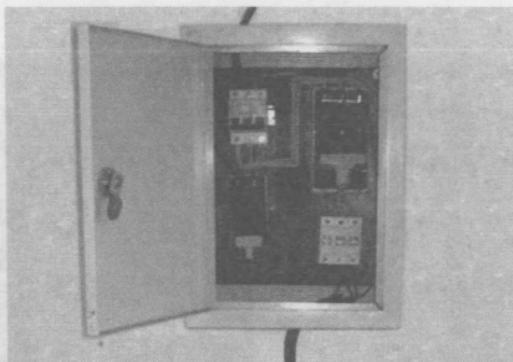

图 1-3 胶盖刀开关安装示例
1) 胶盖刀开关应垂直安装在开关板或条架上，使静触头位于上方，不得倒装。即“手柄向上为合闸，向下为断闸”，如图 1-3 所示。否则，在分断状态下，若出现刀开关松动脱落，造成误接通，引起安全事故。只有在刀开关不作为切断电流时，可以水平安装。